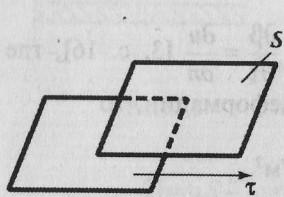

Рис. 1.4
**Задача 1.23.** Определить величину деформации сплошной среды для интервала  $\Delta t = 0,1 \text{ с}$ , если вода имеет температуру  $9^\circ \text{C}$  и соответствующее тангенциальное напряжение  $\tau = 28 \cdot 10^{-4} \text{ Н/м}^2$  (рис. 1.4).